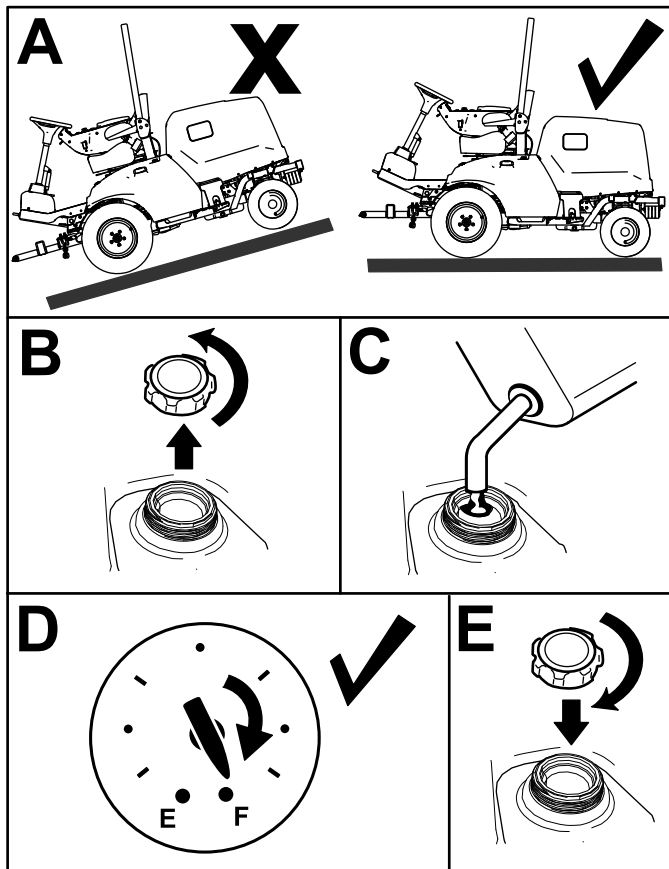

图 32
1. 将机器停放在水平地面上 图 32 接合手刹关闭发动机然后拔出钥匙。